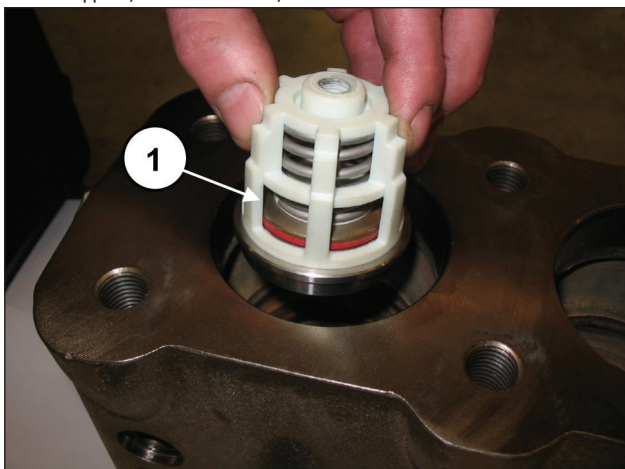
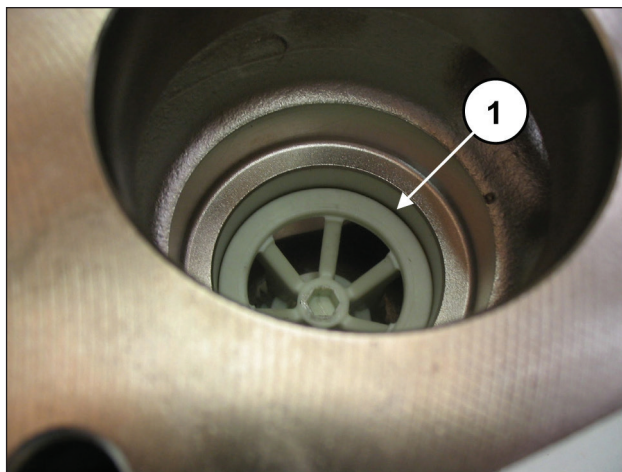

Рис. 104
Рис. 105
Убедитесь, что уплотнительное кольцо и антиэкструзионное кольцо правильно сели на свои места. Вставьте всасывающий клапанный узел (поз. ①, Рис. 104), а затем распорный элемент (поз. ①, Рис. 105). Клапанный узел в сборе должен быть вставлен до упора и выглядеть, как на поз. ①, Рис. 105.